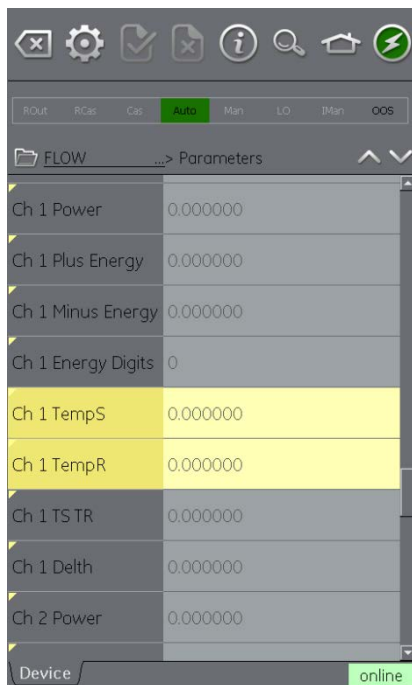

Рисунок 7-17. Поисковик функций
4. После этого поисковик функций отобразит рассматриваемую функциональную группу в режиме просмотра устройства со всеми найденными переменными, выделенными желтым цветом (см. Рисунок 7-17).